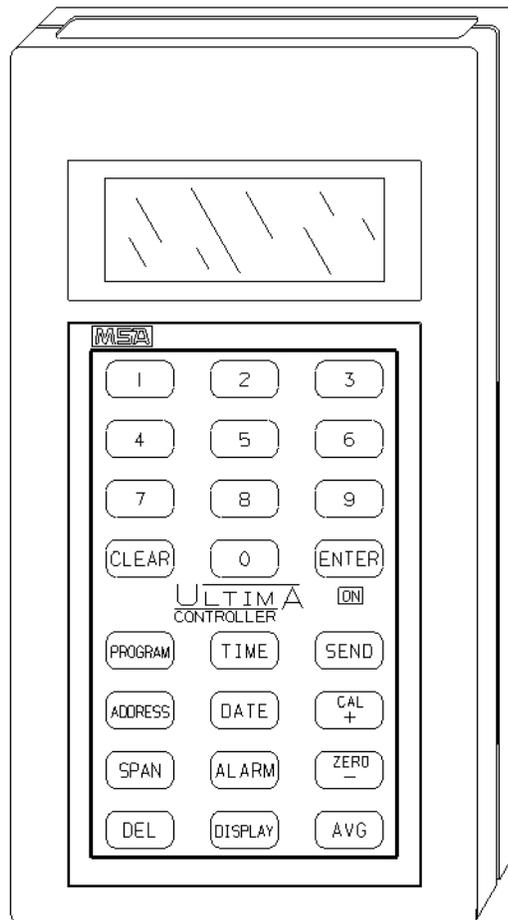

Fig. 18 Ultima Controller
- Controller P/N 809086 (Fig. 18 "Ultima Controller").